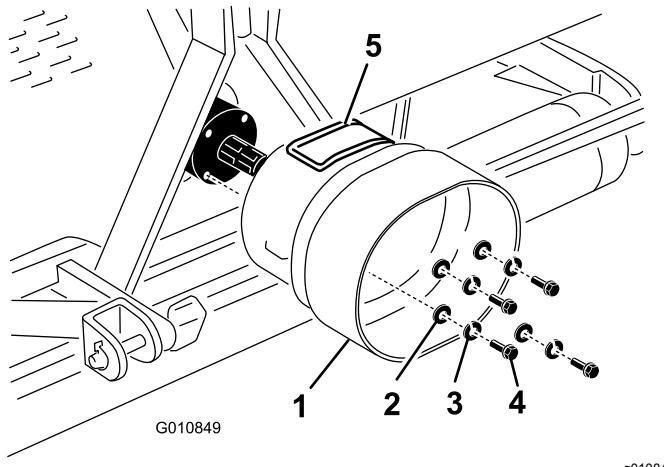

Bild 22
1. Entfernen Sie die vier Schrauben, Sicherungsscheiben und Flachscheiben, die hinten am Aerifizierergetriebe befestigt sind (Bild 22).
2. Befestigen Sie das Zapfwellenschutzblech mit den vorher entfernten Befestigungen am Aerifizierergetriebe (Bild 22). Achten Sie bei der Montage des Zapfwellenschutzbleches darauf, dass die Abdeckplatte (Bild 22) nach oben oder zur Seite positioniert ist, abhängig von der Konfiguration des Aerifiziererrahmens.
Hinweis: Sie können die Abdeckplatte (Bild 22) öffnen, um die Befestigungen der Zapfwellen leichter zu entfernen und zu montieren.